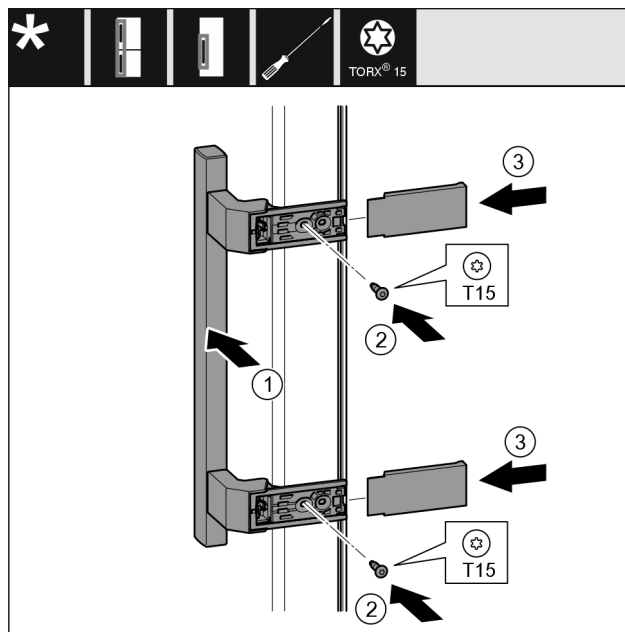

Fig. 23
- ▶ Griff Fig. 23 (1) auf der Gegenseite ansetzen.
- ▶ Schrauben Fig. 23 (2) mit Schraubendreher festschrauben.
- ▶ Abdeckungen Fig. 23 (3) seitlich ansetzen und aufschieben.